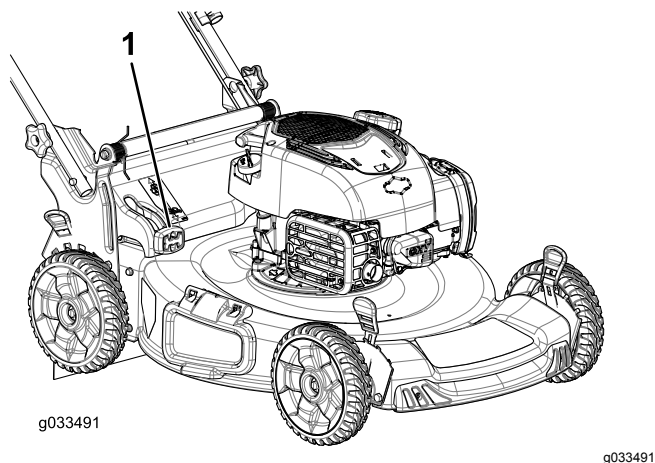

Figure 22
- **Pour ramasser les déchets d'herbe et de feuilles**, appuyez sur le bouton du levier de ramassage sur demande et déplacez le levier en avant jusqu'à ce que le bouton ressorte (Figure 22).